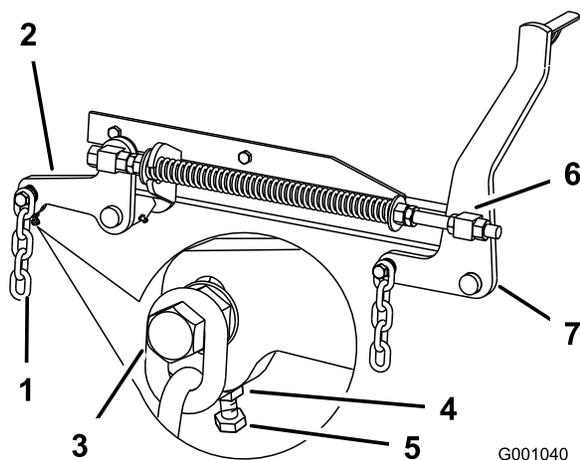

Figura 80
7. Si las medidas realizadas en las posiciones **B** o **C** no son correctas, afloje el perno que fija la cadena trasera al brazo de soporte trasero (Figura 80).
8. Afloje la contratuerca situada debajo del brazo de soporte trasero y ajuste el perno de ajuste hasta obtener una medida de 80 a 83 mm (3-1/8 a 3-1/4 pulg.) (Figura 80).
7. Afloje las contratuercas de pivote delantero, en la parte delantera de los pivotes derecho e izquierdo, aproximadamente 13 mm (1/2 pulg.) (Figura 80).
8. Ajuste las tuercas de elevación en el lado izquierdo y derecho de la máquina hasta obtener una distancia de 6 a 10 mm (1/4 a 3/8 pulg.) menos en la parte delantera en **A** que en la parte trasera, en **B** (Figura 80).